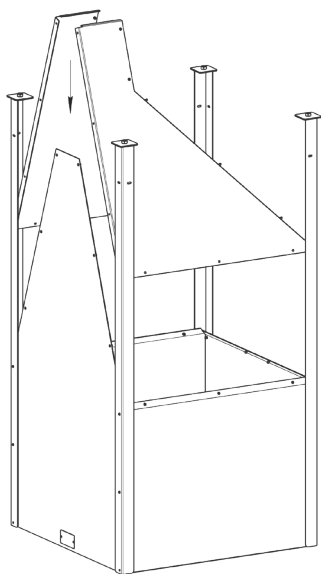

Рис. 8
7. Собранный элемент установите на собранную часть бункера как показано на (Рис. 8), и закрепите винтами (Рис. 9).